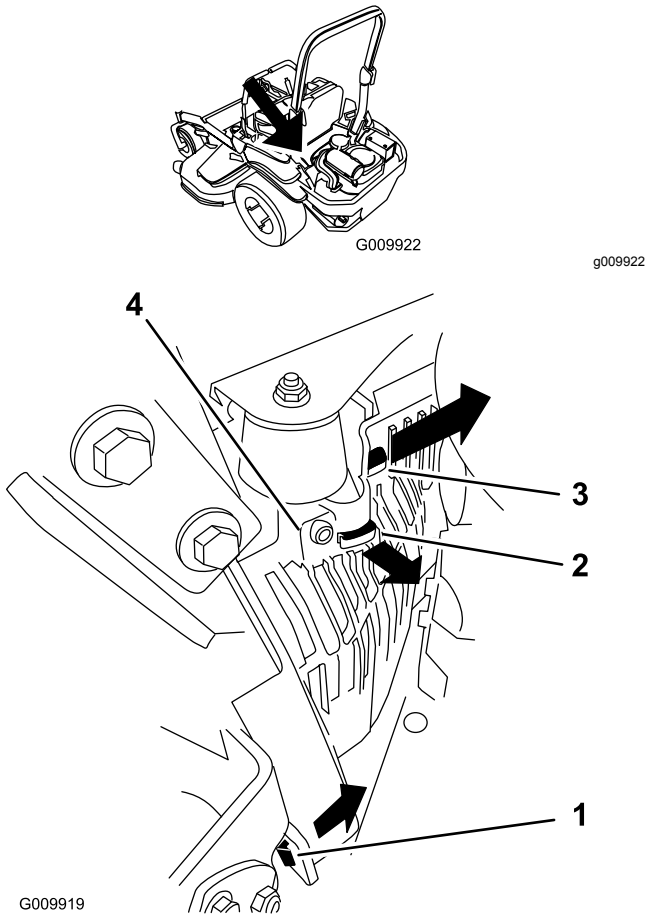

Figure 61
3. Déposez le capot de l'unité hydraulique gauche dans l'ordre indiqué à la Figure 61. Vous pourrez ensuite accéder à la bougie avant.
- Montez le capot de l'unité hydraulique gauche (Figure 61).